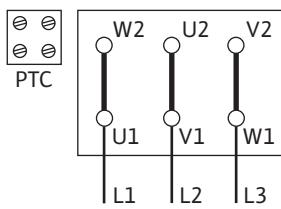

Fig. 10: Y-Δ-käynnistys
- Verkkoliitäntä riippuu moottoritehosta P2, verkkojännitteestä ja käynnistystavasta. Katso tarvittava yhdyssiltojen liitäntä liitäntäkotelossa seuraavasta taulukosta sekä kuvista Fig. 10, 11 ja 12.